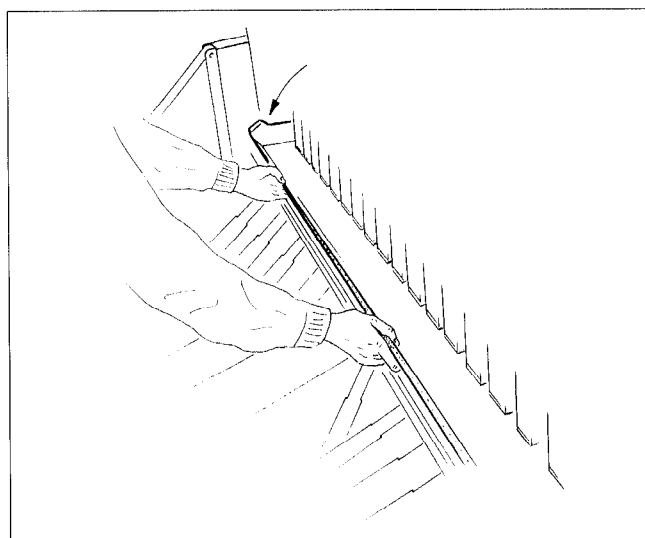

Fig. 6.7
- Abdrehmulden (Fig. 6.7) auf die Trichterschienen stellen.